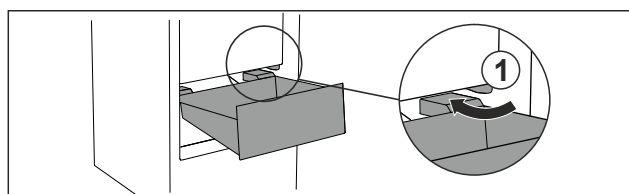

Fig. 98
- Lirka låda snett kring stoppklackarna Fig. 98 (1).